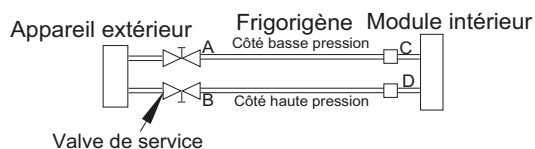

Fig. 34 - Valve de service
1. Serrez complètement les écrous évasés A, B, C et D, branchez le flexible de chargement du manomètre du collecteur à un orifice de chargement de la valve de service côté basse pression. (Consultez la fig. 34.)